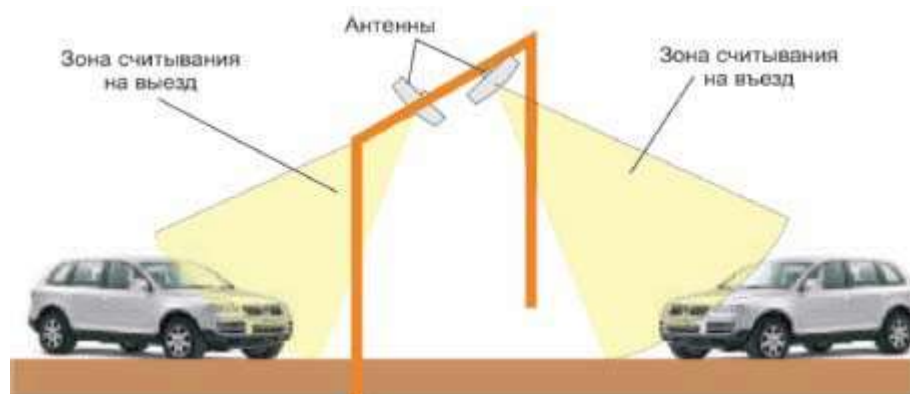

Рис. 2.11
- вариант 1. Для каждого направления движения используется отдельный считыватель. В этом случае используется схема подключения, указанная на рис.2.11;
- вариант 2. Для проезда на въезд и выезд используется один считыватель, но антенны должны иметь непересекающиеся диаграммы направленности (рис.2.11)